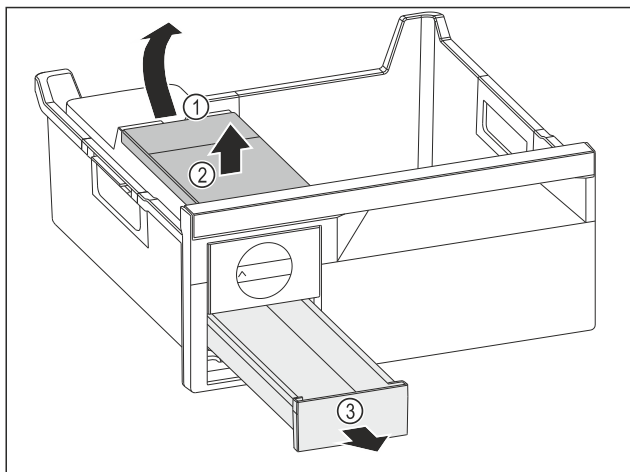

Fig. 290
- ▶ Извлеките бак для воды: Поднимите бак для воды за выемку Fig. 290 (1).
- ▶ Извлеките бак для воды Fig. 290 (2) движением вверх.
- ▶ Извлеките выдвижной ящик для кубиков льда Fig. 290 (3) движением вперед.